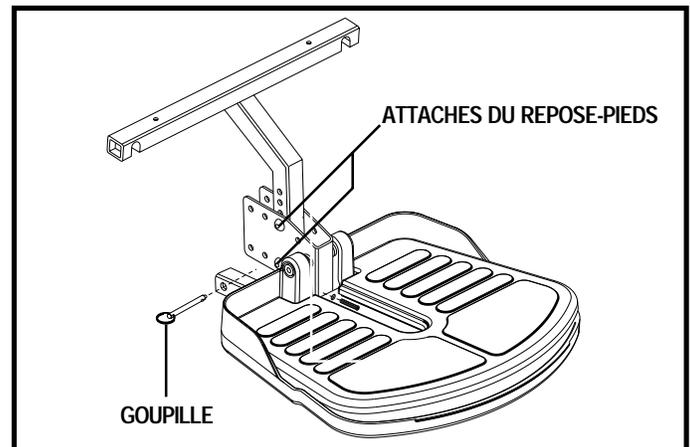

Figure 19. Hauteur du repose-pieds
1. Retirez les attaches du support de repose-pieds. Voir la figure 19.
1. Retirez les attaches du support du repose-pieds. Voir la figure 19.